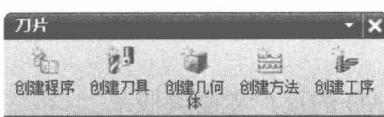

图 1-7 【刀片（插入）】工具栏
① 【刀片（插入）】工具栏。这个工具栏包含的是用于创建工作和 4 种节点的工具，如图 1-7 所示。